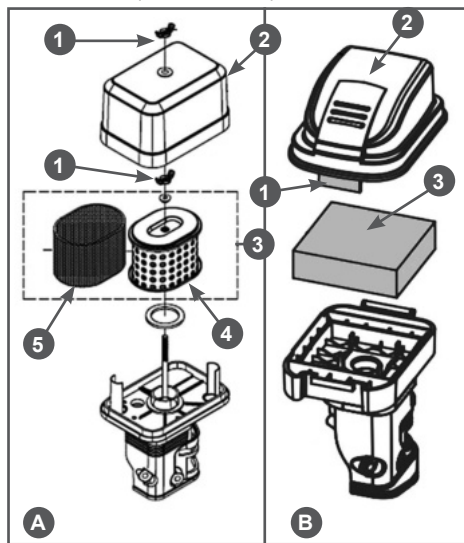

Рис. 10 Обслуживание воздушного фильтра G201HK, G210HK, G210HT
1. Открутите барашковую гайку (отогните фиксатор крышки воздушного фильтра) (Рис. 10 п. 1) и снимите крышку воздушного фильтра (Рис. 10 п. 2).
2. Извлеките из корпуса воздушный фильтр (Рис. 10 п. 3).
3. Проверьте целостность и чистоту воздушного фильтра. Поролоновый (предварительный) фильтрующий элемент тип «А» (Рис. 10А п. 5)
установлен на корпусе бумажного фильтрующего элемента (Рис. 10А п. 4).
- При незначительном загрязнении промойте поролоновый фильтр (Рис. 10А п. 5 и Рис. 10В п. 3) теплым мыльным раствором и просушите. Поврежденный или сильно загрязненный поролоновый фильтр замените.
- Воздушный фильтр тип «В» - поролоновый (Рис. 10В п. 3) смочите специальным или чистым моторным маслом, после чего отожмите излишки масла.
*Бумажный фильтрующий элемент (Рис. 10А п. 4) не подлежит очистке, необходима его замена. Не продувайте бумажный фильтрующий элемент сжатым воздухом, не промывайте его в бензине и других растворителях. Эксплуатация двигателя с грязным или поврежденным воздушным фильтром, или без воздушного фильтра приведет к попаданию грязи и пыли в карбюратор и двигатель, что в свою очередь, станет причиной его быстрого износа. Двигатель в этом случае не подлежит ремонту по гарантии.*